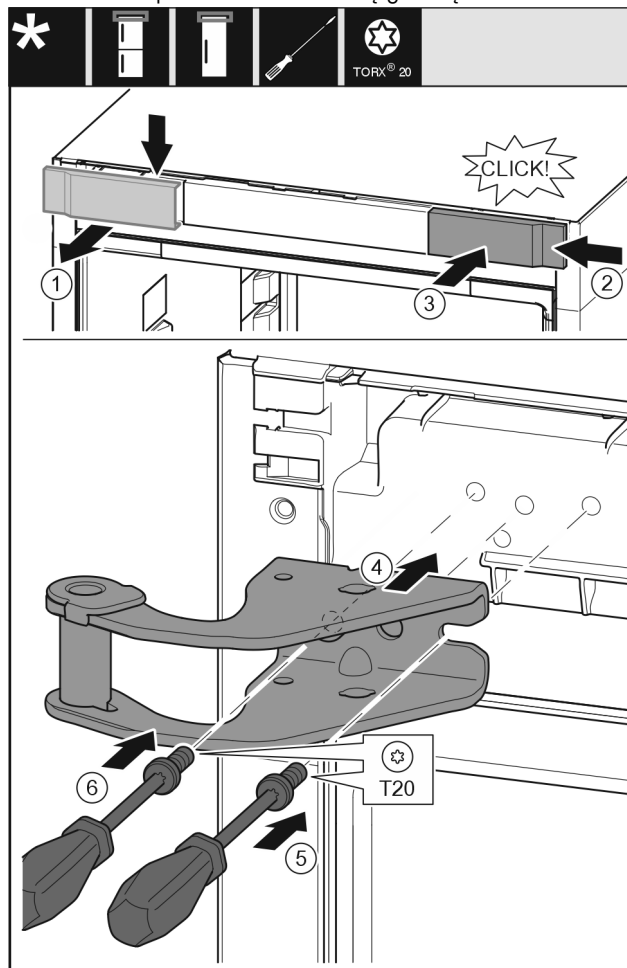

Fig. 9
- ▶ Nuimkite dengiamąją plokštelę iš viršaus į priekį. Fig. 9 (1)
- ▶ Dengiamąją plokštelę, pasukę 180°, užkabinkite kitoje pusėje iš dešinės. Fig. 9 (2)
- ▶ Užfiksukite dengiamąją plokštelę. Fig. 9 (3)
- ▶ Uždėkite viršutinę atraminę gembę. Fig. 9 (4)
- ▶ Įkiškite varžtą atsuktuvu T20 ir tvirtai prisukite. Fig. 9 (5)
- ▶ Įstatykite varžtą atsuktuvu T20 ir tvirtai prisukite. *Fig. 9 (6)*